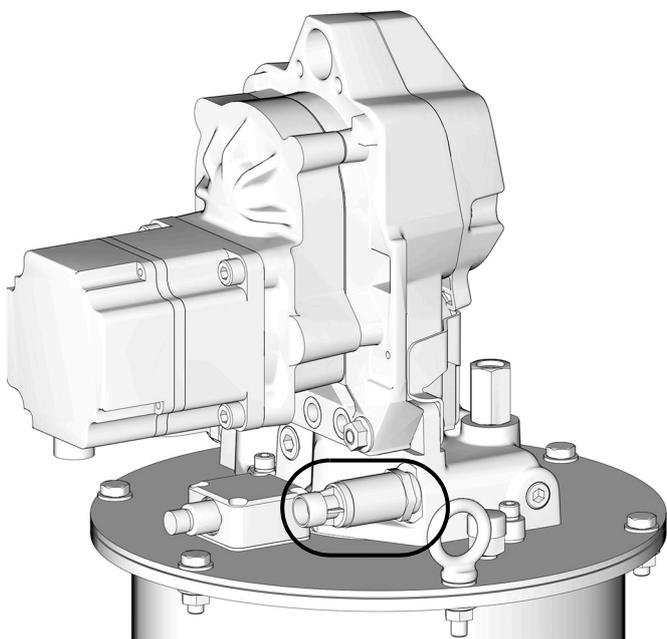

FIG. 23
Le pressostat (T) est réglé en usine à 3 000 psi (20,7 MPa, 207 bar) (Fig. 23).